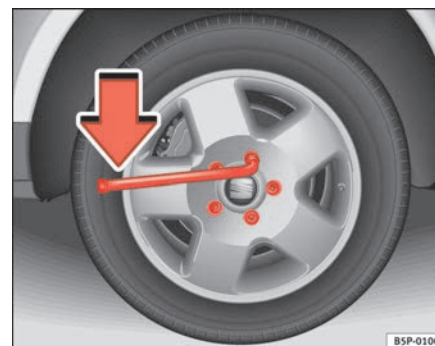

Fig. 151 Cambio de rueda: aflojar los tornillos de rueda
- Agarre la llave por el extremo y gírela aproximadamente una vuelta hacia la **izquierda** ⇒ **fig. 151**.